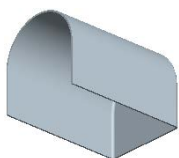
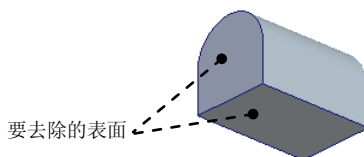

图 11.8.2 创建第一钣金壁
图 11.8.3 选取删除面
Step2. 将实体零件转换成第一钣金壁,如图 11.8.2 所示。选择下拉菜单 **应用程序(A)** → **钣金件(B)** 命令,在 **▼SMT CONVERT (钣金件转换)** 菜单中选择 **Shell (壳)** 命令;按住 Ctrl 键,依次选取图 11.8.3 所示的两个表面为壳体的删除面;钣金壁厚度值为 0.2。